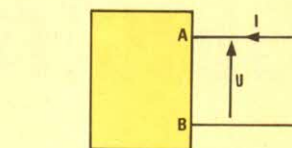

Figure 1
Le document de référence en matière de compatibilité d'accessoires est reproduit à la figure 1.
Considérons le dipôle de bornes A, B de la figure 1. Ce dipôle est traversé par le courant  $I$  et la tension à ses bornes est  $U$ . En tenant compte de l'orientation des grandeurs  $I$  et  $U$  nous pouvons définir la puissance  $P$  reçue par ce dipôle comme étant le produit  $P = UI$ . Dans cette expression si  $U$  est en volts (V),  $I$  en Ampères (A),  $P$  s'exprime en Watts (W). D'autre part si le produit  $P = UI$  est positif le dipôle AB est récepteur si par contre cette puissance  $P$  est négative, (ce qui signifie par exemple que le courant sort par la borne A), le dipôle est alors considéré comme générateur.